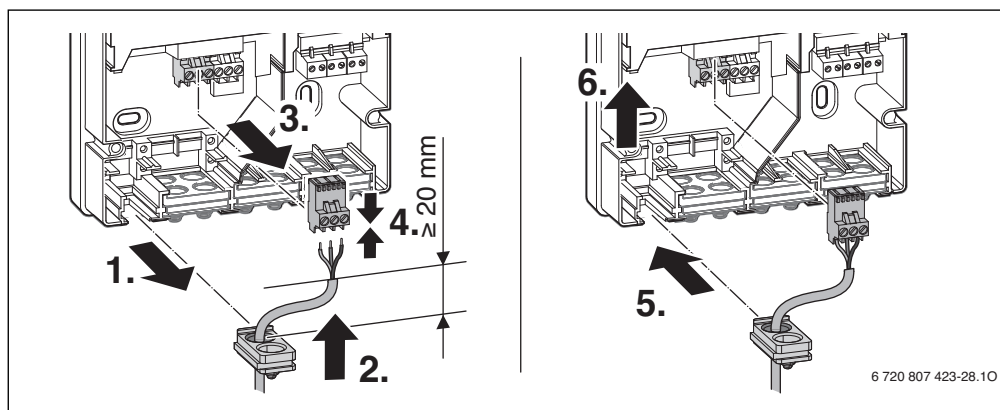

Fig. 9
- Condurre i cavi attraverso le guaine, collegare in base agli schemi elettrici di collegamento ed assicurare con i pressacavi contenuti nel volume di fornitura. (→ fig. 9, pag. 19).